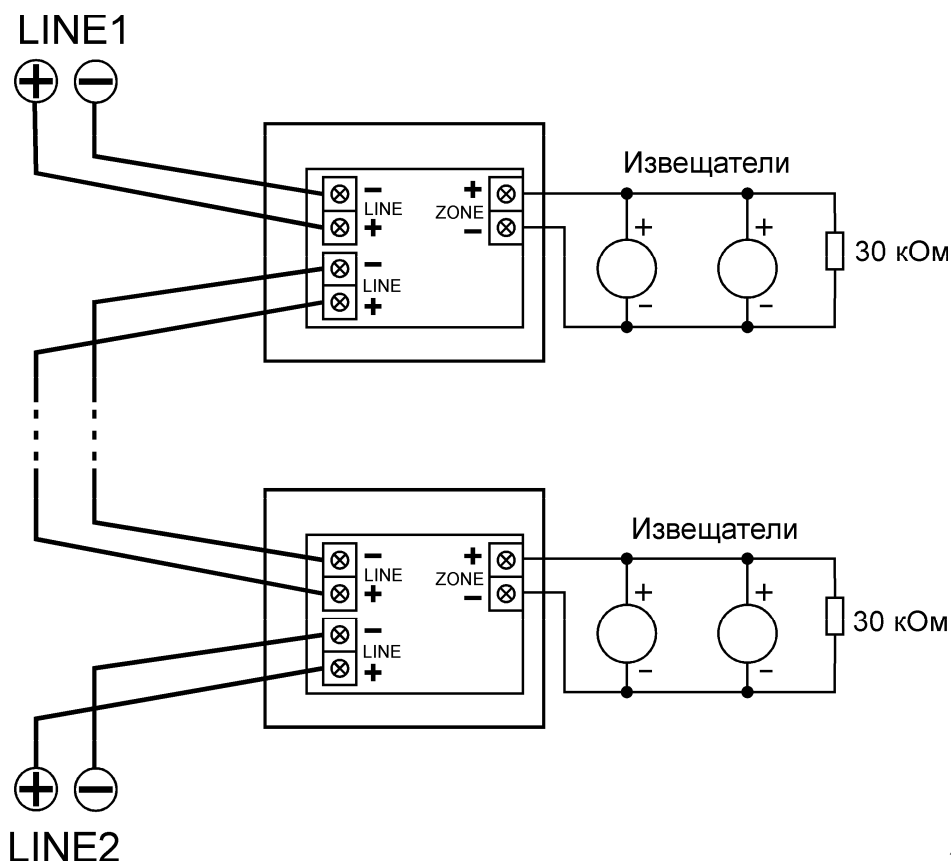

Рисунок 1 – схема підключення АМ-1
5.1 Підключення пристрою проводиться згідно схеми наведеної на рис.1.